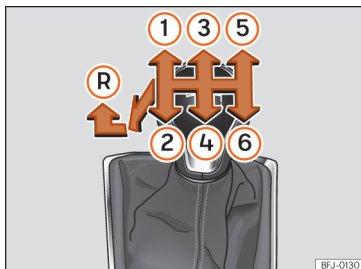

Рис. 121 Схема перемикання передач 6-ступеневої МКП.
Схема передач показана на рукоятці важеля коробки >>> **рис. 121**.
- Коли важіль у нейтральному положенні, натисніть його вниз, а потім посувіть ліворуч і вперед >>> **рис. 121 (R)**.